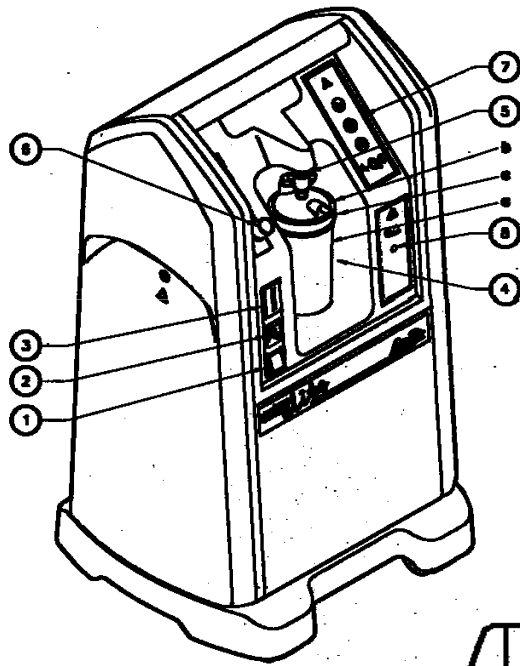

Fig. I.1
I. 1. Voorzijde (Fig. I.1)	2-NL
I. 1. Voorzijde (Fig. I.1)